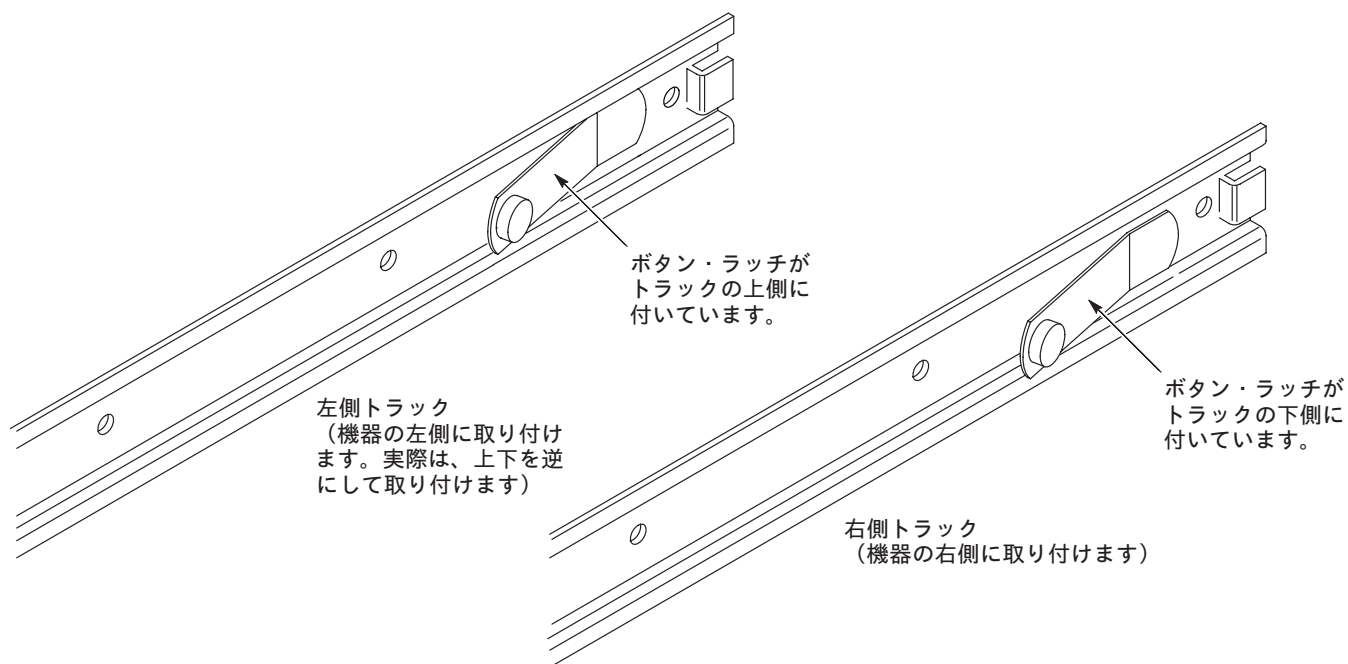

図 6: インサイド・トラックの左右の区別
- 図6 を参考にして、左右のトラックを識別します。
- 右側トラックの取り付け孔と右側前後ブラケットの取り付け孔を図6 の向きに合わせます。